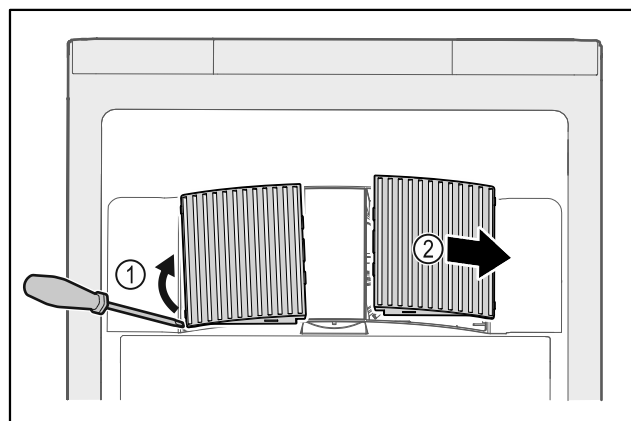

Fig. 58
- ▶ Lirk forsigtigt ventilatorafdækningerne ud fra siden Fig. 58 (1), og tag dem af forfra Fig. 58 (2).